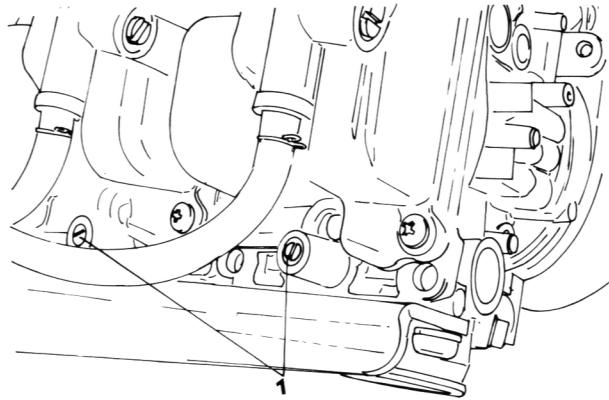

Bild 146
- Die Gemischregulierschraube («1» in Bild 146) im Uhrzeigersinn bis zum Anschlag drehen, dann auf die vorgeschriebene Öffnung von $1\frac{1}{4}$ Umdrehungen herausdrehen.